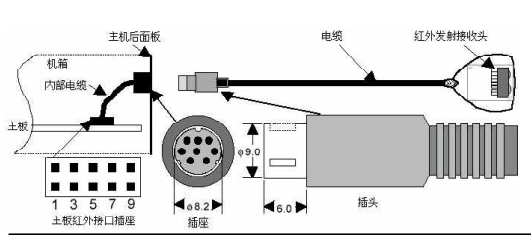

图2 主板上的九线红外线接口插座和红外线连接器的结构
九线接口(图2)引脚定义为①信号地(SG)、②红外线发射(TD)、③红外线接收(RD)、④请求发送(RTS)、⑤清除发送(CTS)、⑥数据设置就绪(DSR)、⑦数据终端就绪(DTR)、⑧载波检测(CD)、⑨振铃指示(RI),兼容RS-232。除进行数据传输外,还可用于近程遥控。